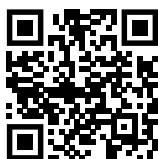

Fig. 62
- ▶ Otworzyć Liebherr SmartMonitoring Dashboard. (patrz Fig. 62)